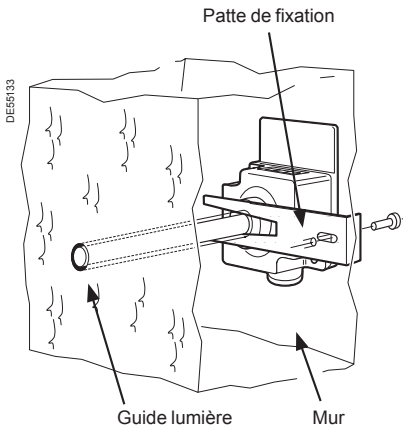

Fig. 9
- soit un boîtier antivandalisme (fig. 9).